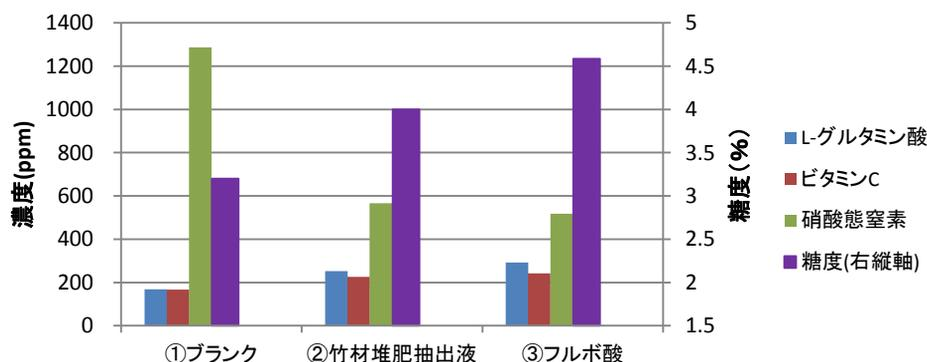

図1 成分分析結果
- 水耕栽培用養液のみを①blankとして、②フルボ酸を含有する竹材堆肥抽出液添加養液と③精製したフルボ酸添加養液を用いてリーフレタスを水耕栽培し、成長促進効果及び品質向上効果について検討した。
- 葉茎や根に成長の違いは殆ど見られなかったものの、フルボ酸を添加することで、苦み成分として知られている硝酸態窒素が減少し、アスコルビン酸（ビタミンC、抗酸化作用）、L-グルタミン酸（うまみ成分の一つ）、糖度の増加が確認された（図1）。